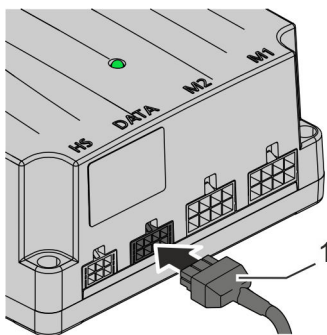

Abb. 25: BUS-Kabel anschließen (Steuerung)
1. ➔ BUS-Kabel (Abb. 25/1) in die DATA-Schnittstelle der Steuerung stecken.